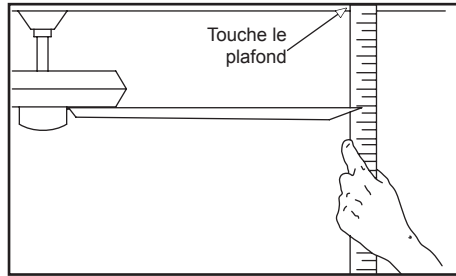

Figure 17
2. La plupart des problèmes d'oscillation sont causés par la hauteur inégale des pales. Vérifiez la hauteur des pales en choisissant un point au plafond, au-dessus de l'extrémité de l'une des pales. Mesurez la distance entre un point au centre de chaque pale et ce point au plafond. Mesurez cette distance comme illustré dans la Figure 17. Faites tourner le ventilateur pour que la pale suivante soit en position pour la mesure. Répétez pour chaque pale. Les écarts de mesures devraient être inférieurs à 3,17 mm. Faites fonctionner le ventilateur pendant 10 minutes.